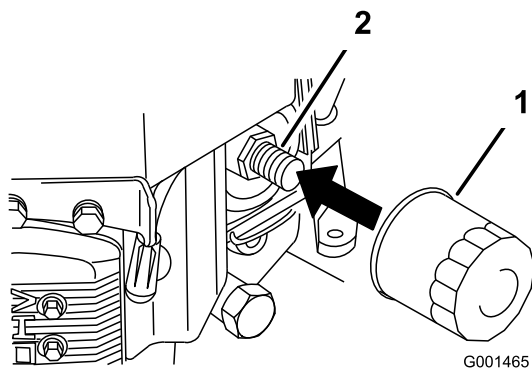

Figure 34
2. Retirez le filtre usagé (Figure 34).
3. Appliquez un mince film d'huile neuve sur le joint en caoutchouc du filtre de rechange (Figure 34).
4. Posez le filtre à huile de rechange sur l'adaptateur, tournez le filtre dans le sens horaire jusqu'à ce que le joint en caoutchouc touche l'adaptateur, puis serrez le filtre de 3/4 de tour supplémentaire (Figure 34).